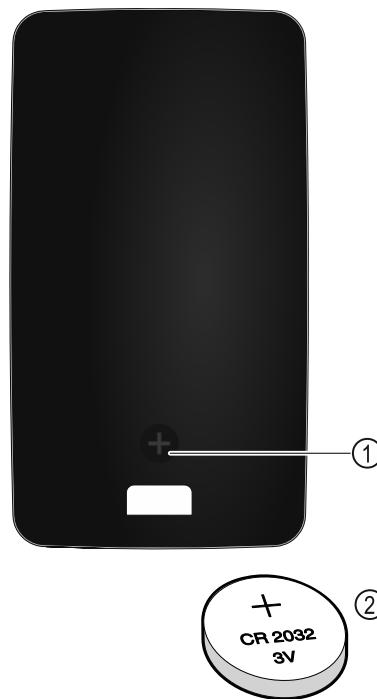

Fig. 223
Opskrbu elektroenergijom daljinskog upravljača pruža baterija tipa CR 2032 od 3 V Fig. 223 (2) koja je dostupna u specijaliziranim trgovinama.
- Odvrnute vijak Fig. 223 (1) na stražnjoj strani daljinskog upravljača.